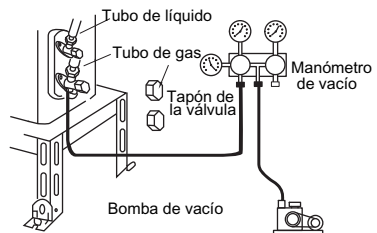

Fig.5
8. Coloque y apriete el tapón de la válvula de baja presión. (Como se indica en la Fig.5)